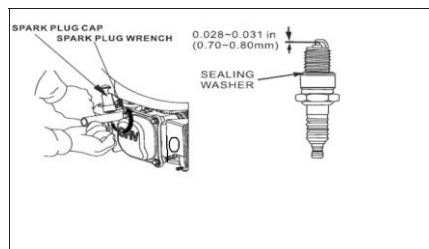

Fig. 11 Cappuccio candela Chiave per candele Guarnizione
4. Misurare la distanza degli elettrodi con un calibro appropriato. La corretta distanza è di 0,7~0,8 mm. Per eventuali regolazioni, piegare delicatamente l'elettrodo superiore (vedi Fig. 11).